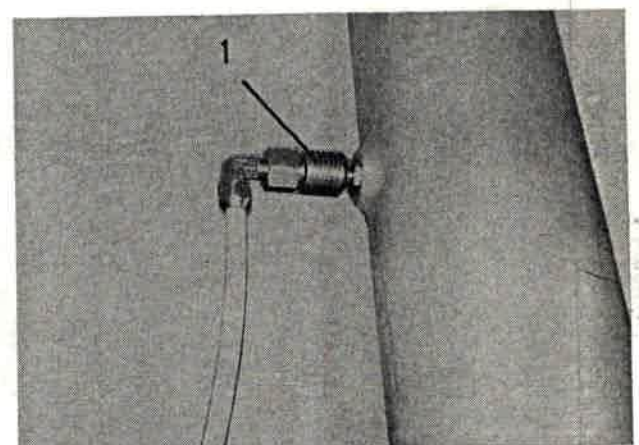

Bild 224
12.1 Schnelltrennkupplung (Bild 224/1) vom Anschluß des pneumatischen Zylinders trennen.